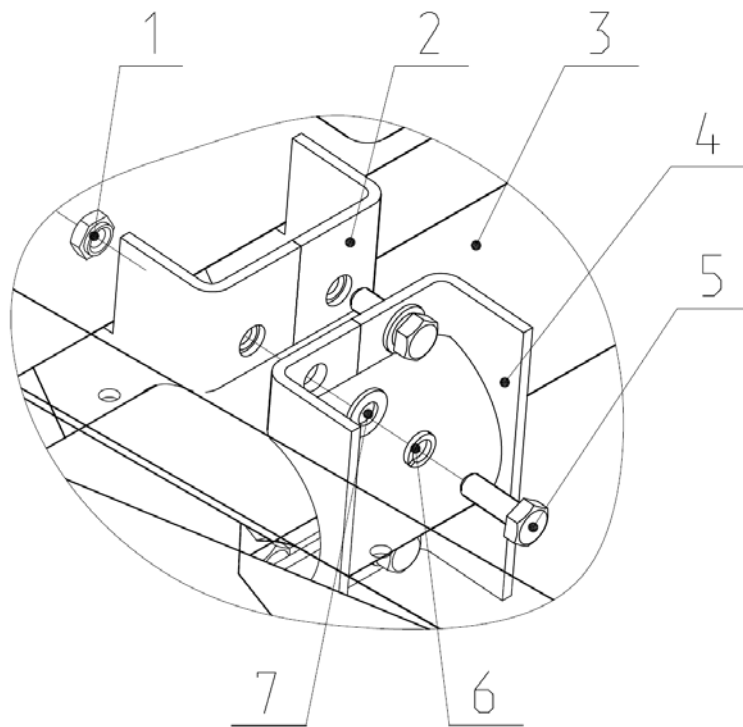

Рис. 6.2 ЖНС 03.010 Рамка.
2.2.8 На раме 2 (рис.6.2) устанавливается стойка 1 и прижим, который закрепляется болтом 4, шайбами 6, 7 и гайкой 1.